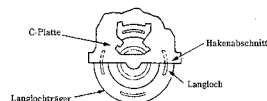

Abb. 6
(7) Austausch des Langlochträgers (Abb. 6)